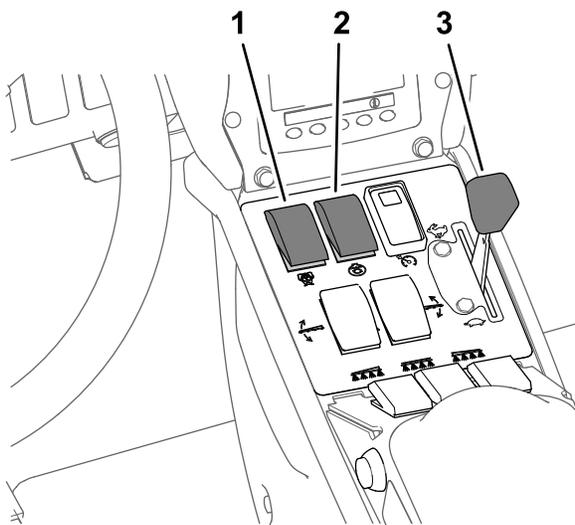

Figura 37
8. Coloque o interruptor de agitação e o interruptor da bomba do pulverizador na posição LIGAR (Figura 37).
9. Coloque a alavanca na posição RÁPIDO (Figura 37).
4. Ajuste o acelerador para a velocidade do motor desejada; consulte Figura 37 em Pulverização no Modo de taxa de aplicação (página 35).
Nota: Este procedimento assume que a bomba de pulverização está ligada; consulte Figura 37 em Pulverização no Modo de taxa de aplicação (página 35).